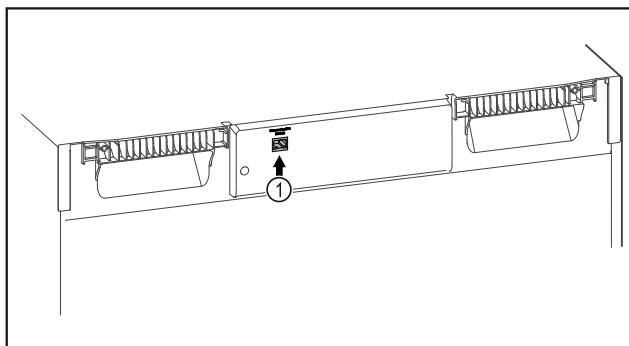

Fig. 108
SmartModule Fig. 108 (1) установлен.